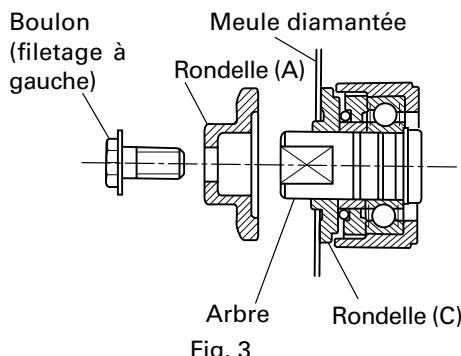

Fig. 3
- Comme l'illustre la Fig. 3, les faces concaves des rondelles (A) et (C) doivent être tournées vers la meule diamantée.